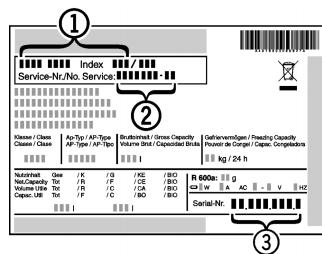

Fig. 13
- Denominación del aparato Fig. 13 (1), nº del servicio técnico Fig. 13 (2) y nº de serie Fig. 13 (3) en la placa de identificación. La placa de identificación se encuentra en la parte interior izquierda del aparato.
- Informe al servicio postventa e indique el fallo, la denominación del aparato Fig. 13 (1), el nº del servicio técnico Fig. 13(2) y el nº de serie Fig. 13(3).